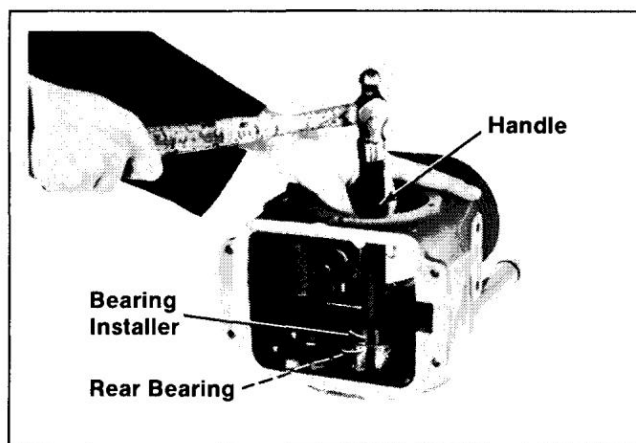

Figure 12-1. Installation du roulement arrière.
1. Installez le roulement arrière dans le carter à l'aide de la poignée n° 4747 et de l'installateur de roulement approprié. (Reportez-vous à la section « Outils spéciaux »). Assurez-vous que le roulement est complètement enfoncé et qu'il est droit et vrai dans son alésage. Reportez-vous à la Figure 12-1. Installez le roulement principal arrière en l'enfonçant dans le bloc-cylindres. Si vous utilisez un roulement de type blindé, installez-le avec le côté blindé orienté vers l'intérieur du bloc.